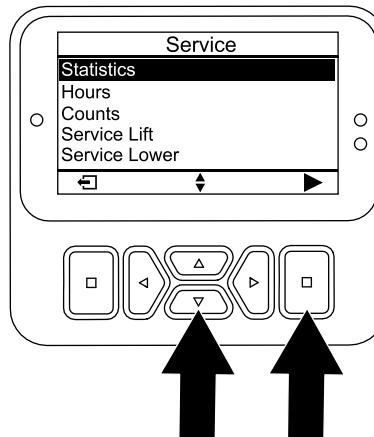

Figura 96
5. No ecrã MANUTENÇÃO, prima o botão baixo até a opção STATISTICS estar selecionada, depois prima o botão de seleção (Figura 96).